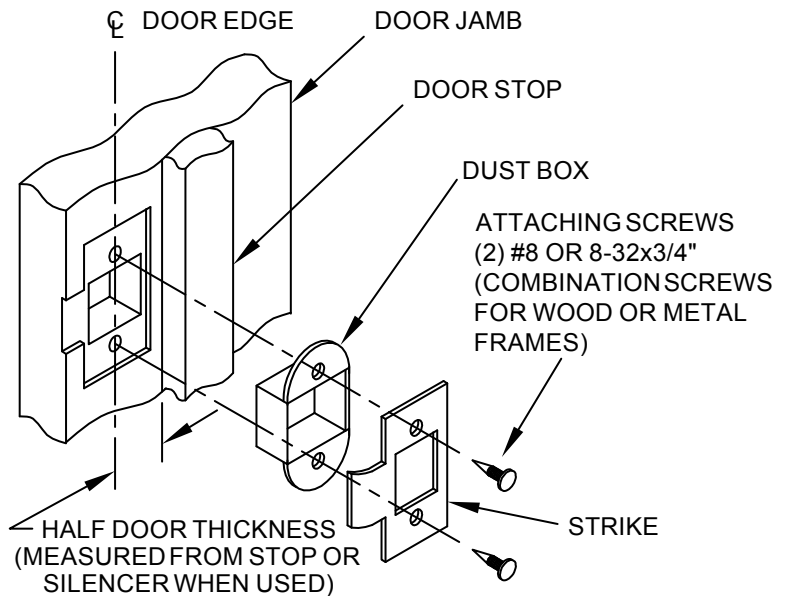

FIGURE 3
- TO DETERMINE LOCATION OF VERTICAL CENTERLINE OF STRIKE, TAKE HALF OF THE DOOR THICKNESS (MEASURED FROM DOOR STOP OR SILENCER IF USED). USING STRIKE AS A TEMPLATE, MARK OUTLINE. ALSO MARK LOCATION OF TWO (2) ATTACHING SCREWS. (SEE FIGURE 3).
- DRILL PILOT HOLES FOR STRIKE SCREWS IN DOOR JAMB. MORTISE JAMB 3/32" DEEP FOR STRIKE. MORTISE JAMB TO RECEIVE STRIKE BOX. (SEE FIGURE 3).